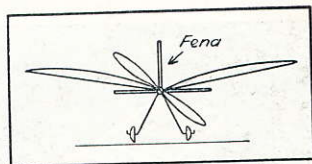

Fig. 13.
*Tvärstabilitet*, d. v. s. jämvikt i sidled, erhålles genom att ge vingen s. k. V-form, vilket innebär att vingpetsarna ligger högre än mittpartiet (fig. 13). Hur